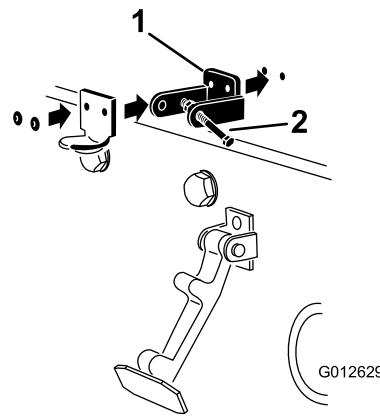

図 4
3. CE 用ロックブラケットとフードラッチブラケットの取り付け穴をそろえて、フードの上に位置決めする。ロックブラケットをフードに当てて取り付ける図4。ロックブラケットアームからボルトナットアセンブリを外してしまわないこと。
5. ブラケットとワッシャをフードにリベットで固定する図4。